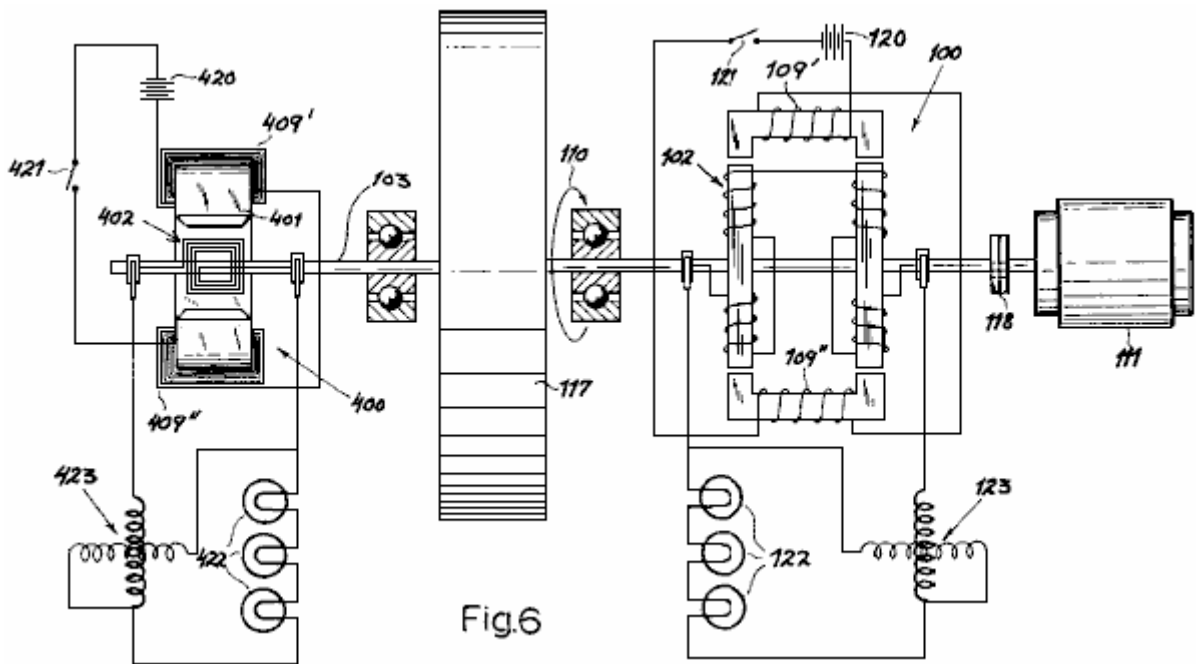

Fig.6
**Fig.6** est un quelque peu illustration schématique d'un arrangement pour comparer les productions d'un générateur conventionnel et un générateur d'après cette invention.
**Fig.6** montre qu'un circuit de l'épreuve a conçu comparer les productions d'un générateur de ce dessin, tel que l'unité **100** de **Fig.1** et **Fig.1A**, avec un générateur **400** conventionnel du type qui a une armature **402** faite une boucle lequel tourne dans l'intervalle d'un stator aimant **401** lequel est allé parfaitement avec energising windings **409'**, **409''**. Les deux générateurs sont interconnectés par un arbre **103** commun lequel emporte un volant **117**. Cet arbre a associé à travers une prise **118** à une promenade moteur **111** quelles promenades les rotors **402** et **102** de les deux générateurs à l'unisson, comme indiqué par flèche **110**. Deux piles **120** et **420**, en série avec les changements **121** et **421**, représentent la méthode de fournir le courant direct au stator windings **109'**, **109''** et **409'**, **409''** des deux générateurs.